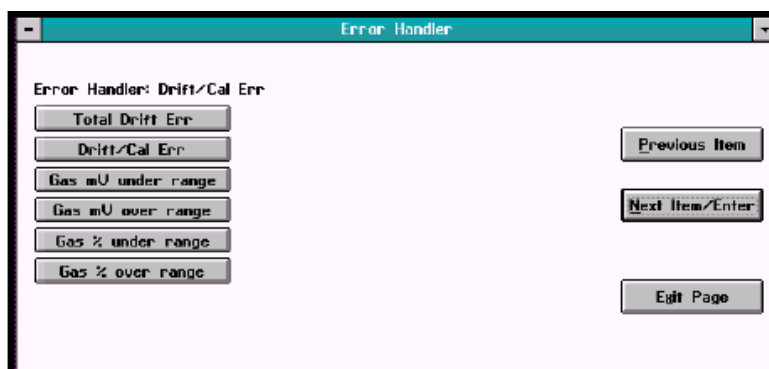

図 3-23 *Error Handler* ウィンドウ
*Error Handler* コマンドで、XMTc の特定誤差条件に対応した誤差処理を有効または無効にすることができます。 *Edit Functions* メニュー (3-2 ページの図 3-1) で *Error Handler* コマンドをクリックすると、図 3-23 のようなウィンドウが表示されます。いずれかのオプションをクリックすると、そのオプションに対応したウィンドウが開きます。